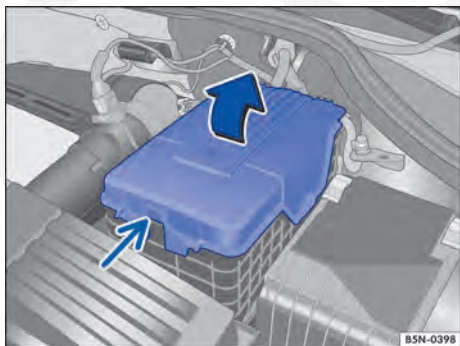

Fig. 201 No compartimento do motor: remover a cobertura da bateria do veículo.
- *Com uma tampa de plástico:* pressionar sobre a tira ⇒ Fig. 201 (seta) e retirar a cobertura para cima, na direção da seta.